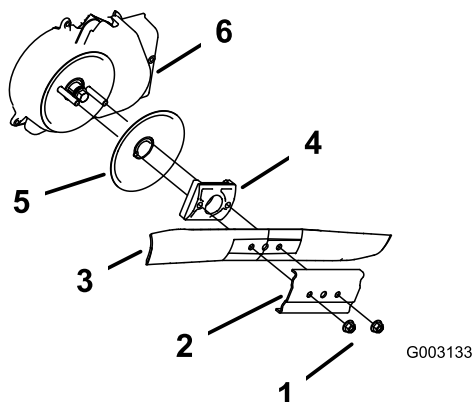

Figura 52
3. Retire las 2 tuercas de la cuchilla y el refuerzo (Figura 52).
4. Retire la cuchilla (Figura 52).
5. Retire el impulsor de la cuchilla y el disco (Figura 52).
6. Retire el protector del embrague del freno de la cuchilla (Figura 52).
10. Instale la cuchilla y el refuerzo que retiró anteriormente (Figura 52).